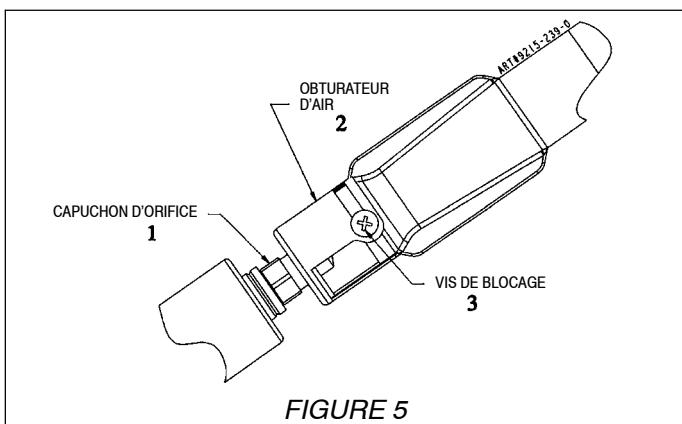

FIGURE 5
1. Flamme jaune – ouvrir l'obturateur d'air afin d'assurer son ouverture maximum tout en ayant une flamme qui ne se soulève pas du brûleur ou qui s'éteigne lorsque le brûleur est froid. (Voir l'élément 2 de la figure 5.) Il est normal que la flamme présente une pointe légèrement jaune avec le GPL.
2. Flamme avec partie bleue distincte mais qui se soulève du brûleur – fermer l'obturateur d'air jusqu'à ce qu'il produise une flamme qui ne se soulève pas du brûleur ou s'éteigne lorsque le brûleur est froid. (Voir l'élément 2 de la figure 5.)